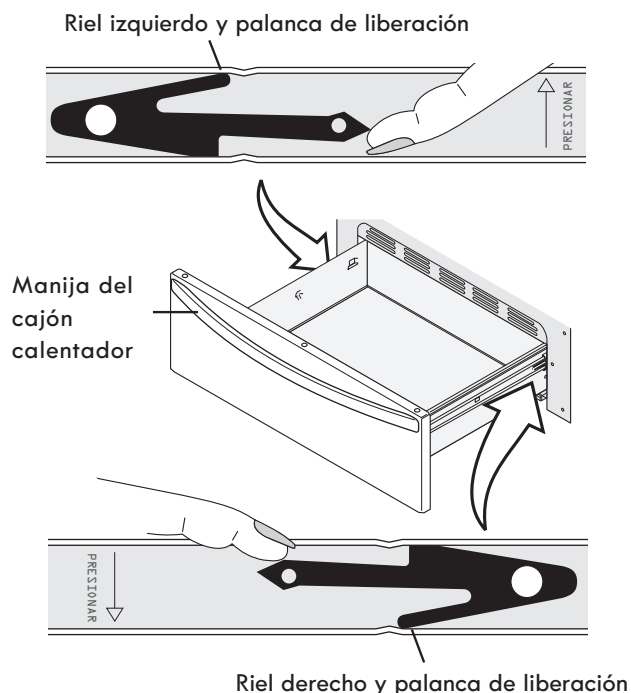

Figura 42: Desinstalación del cajón calentador
3. Ubique la palanca negra de liberación en el riel izquierdo del cajón calentador y presiónelo hacia arriba con el dedo mientras tira levemente de la manija del cajón. Ubique la palanca negra de liberación en el riel derecho del cajón calentador y presiónela hacia abajo con el dedo mientras tira levemente de la manija del cajón calentador (vea Figura 42).